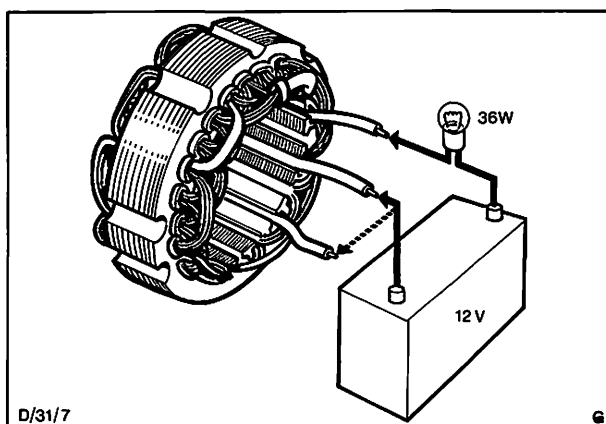

Abb. 81 Ständerwicklung auf Durchgang prüfen
a) Ständerwicklung auf Durchgang prüfen. Abb. 81.